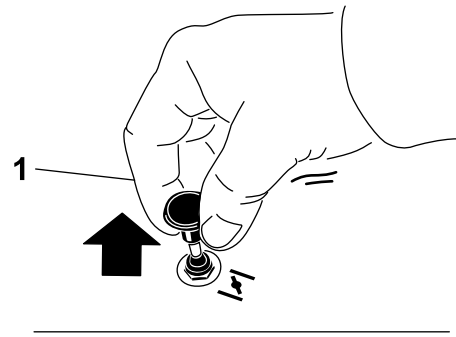

Figura 11
2. Tire hacia arriba del mando para engranar el estérter antes de girar la llave del contacto (Figura 11).
3. Presione hacia abajo el control del estérter para desactivar el estérter después de que el motor arranque (Figura 11).